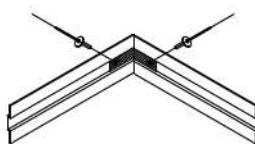
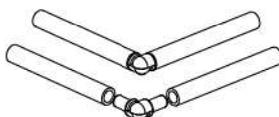

Fig. 17
Fig. 19
- N. 1 angolare inox di dimensioni 40x40x15 sp. 1.2 e 2 rivetti M4 per collegare il corrente intermedio grecato tipo G55x5 (Fig. 17). Nel caso in cui il corrimano sia di tipo ergonomico, il collegamento fra i due profili tubolari avviene mediante la giunzione a tubo snodata (Fig. 19)